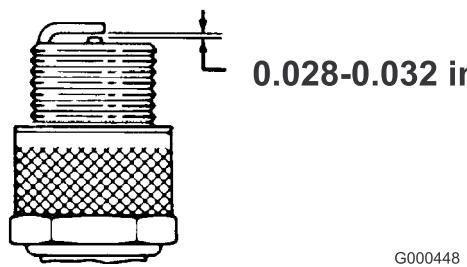

Figura 24
3. Ajuste a folga para 0,07 a 0,08 cm (Figura 24).